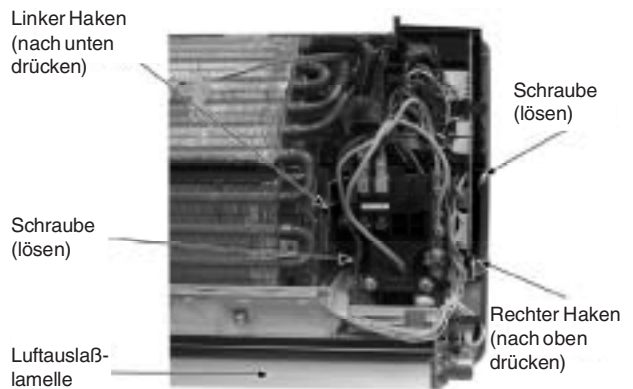

Abb. 5
- Dann wird der linke Haken nach unten und der rechte Haken nach oben gedrückt und die Platine herausgenommen (Abb. 5).